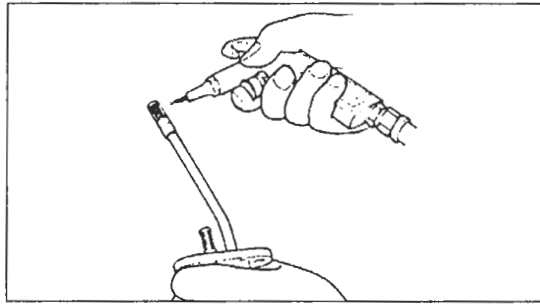

Bild 15
- Filtersieb mit weichem Pinsel auswaschen oder mit Druckluft ausblasen (Bild 15). Bei starker Verschmutzung Tank mit Lösungsmittel ausschwenken.